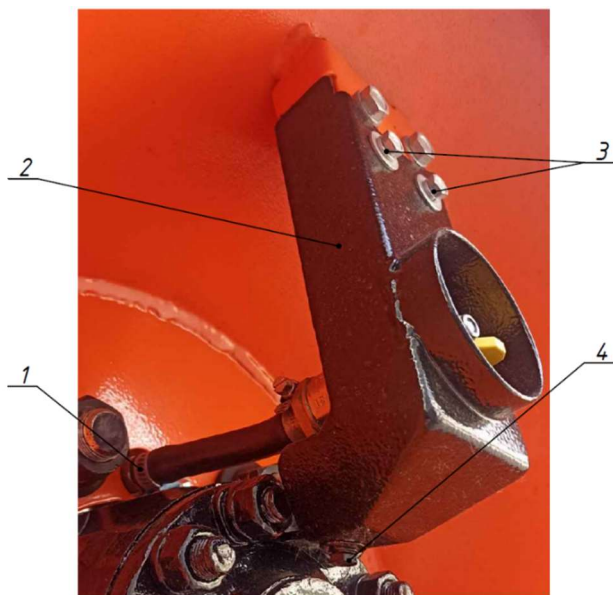

Рис. 14.3 Кожух колёсного крана СРДВШ
- снимите кожух **2** колёсного крана (рис. 14.3) снимаемого колеса, открутив болты **3** и **4**;
- отсоедините шланг колёсного крана СРДВШ, ослабив хомут **1** (рис. 14.3);